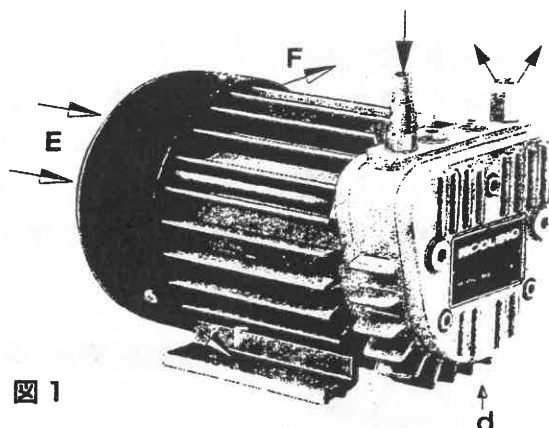

図 1
5. 取扱いとセットアップ (図 1、2 参照)
6. 据え付け (図 1、2 参照)